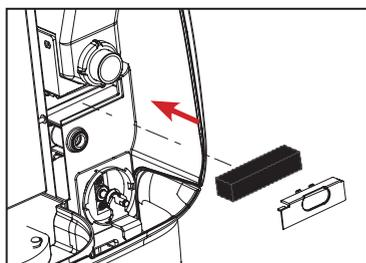

Fig. 2
1. Rimontare il filtro e il relativo coperchio. (Vedere la fig. 2)